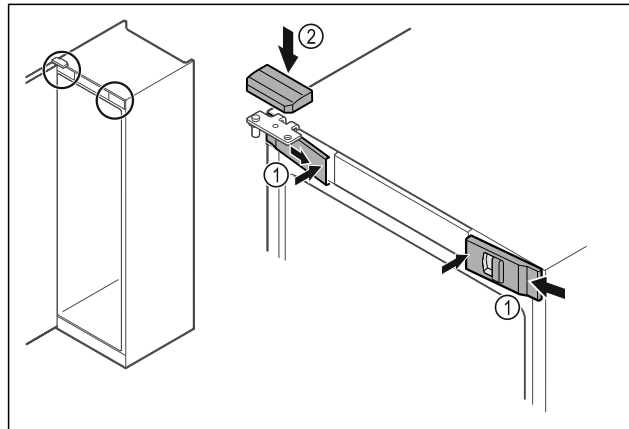

Fig. 55
- Klik de forreste afdækninger Fig. 55 (1) i på siden, og lad dem gå i hak indvendigt.
- Klik på den øverste afdækning Fig. 55 (2) på ovenfra.